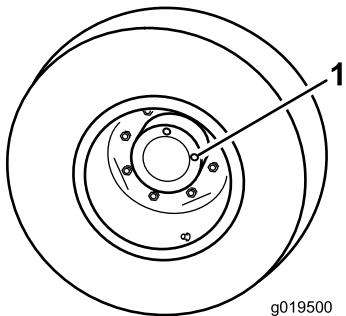

Figura 91
- Com a máquina numa superfície plana, posicione a roda de forma a que 1 tampão de verificação fique na posição das 12 horas e o outro na das 3 horas (Figura 91).
2. Retire o tampão da posição das 3 horas (Figura 91).